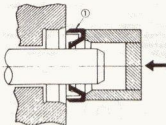

Bild 146
- 18 Wellendichtung 20x10x4, auf Einbaurichtung achten, da abweichend von Bild 146!